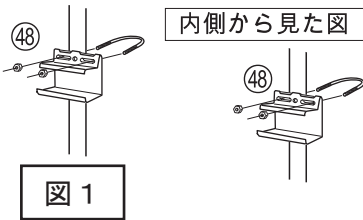

図 1
- (1) 上図の高さでレール金具④⑧を取り付けます。(4箇所) ※ボルトは軽く締めておきます。〔図1参照〕